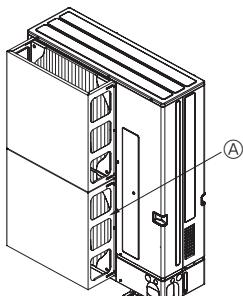

Fig. 2-4
- Установите дополнительный воздуховод, если прибор установлен в месте, где сильный ветер от тайфуна и т.д. может попадать непосредственно в вентиляционную решётку. (Fig. 2-4)